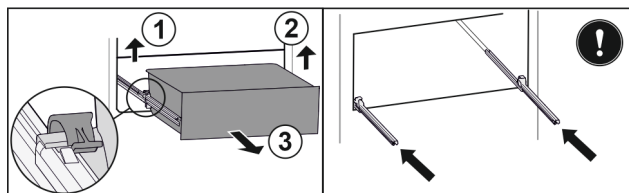

Fig. 45
- ▶ Zvedněte levou svorku a současně vytáhněte zásuvku vlevo dopředu. Fig. 45 (1)
- ▶ Zvedněte pravou svorku a současně vytáhněte zásuvku vpravo dopředu. Fig. 45 (2)
- ▶ Vyjměte zásuvku dopředu. Fig. 45 (3)